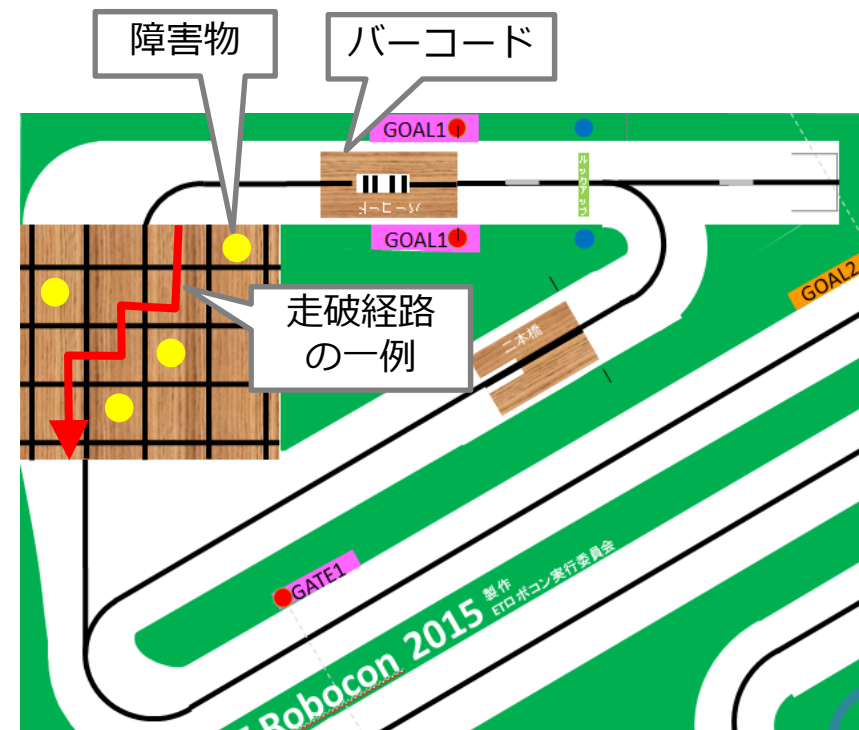

図1. 仕様未確定エリアⅡの概略図
- ボード上には格子が描かれており、図1のように、計4個の障害物が任意の格子内に配置されます